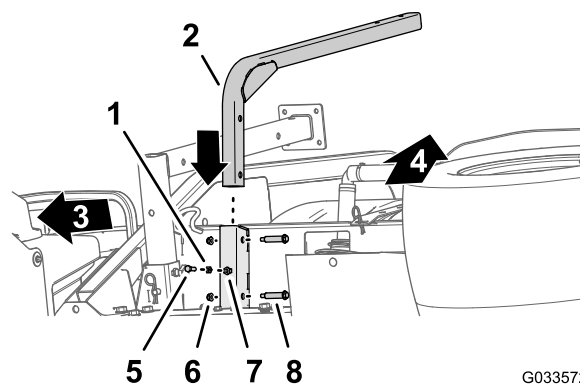

Figura 46
1. Allineate il tubo di supporto del serbatoio d'acqua dolce con il canale di supporto del serbatoio (Figura 46).
2. Allineate i fori nel tubo di supporto con i fori nel canale (Figura 46).
3. Fissate il tubo al canale (Figura 46) con i 2 bulloni di spallamento (1/2" x 1-15/16") e i 2 dadi di bloccaggio flangiati (5/16").
5. Avvitare il controdado (5/16") nel bullone (5/16" x 1") come illustrato nella (Figura 46).
6. Avvitare il bullone (5/16" x 1") e il controdado nel dado saldato nella parte inferiore del canale di supporto del serbatoio e serrate il bullone e il controdado manualmente (Figura 46).